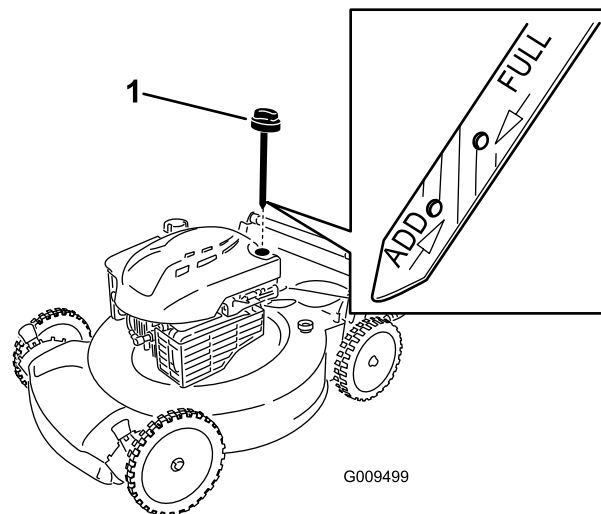

Рисунок 20
3. Извлеките масломерный щуп (Рисунок 20).
медленно залейте небольшое количество масла в маслозаливной патрубок и повторите действия, указанные в пунктах 8 – 10, пока уровень масла не будет на отметке **Full (Полный)** на масломерном щупе (Рисунок 20).